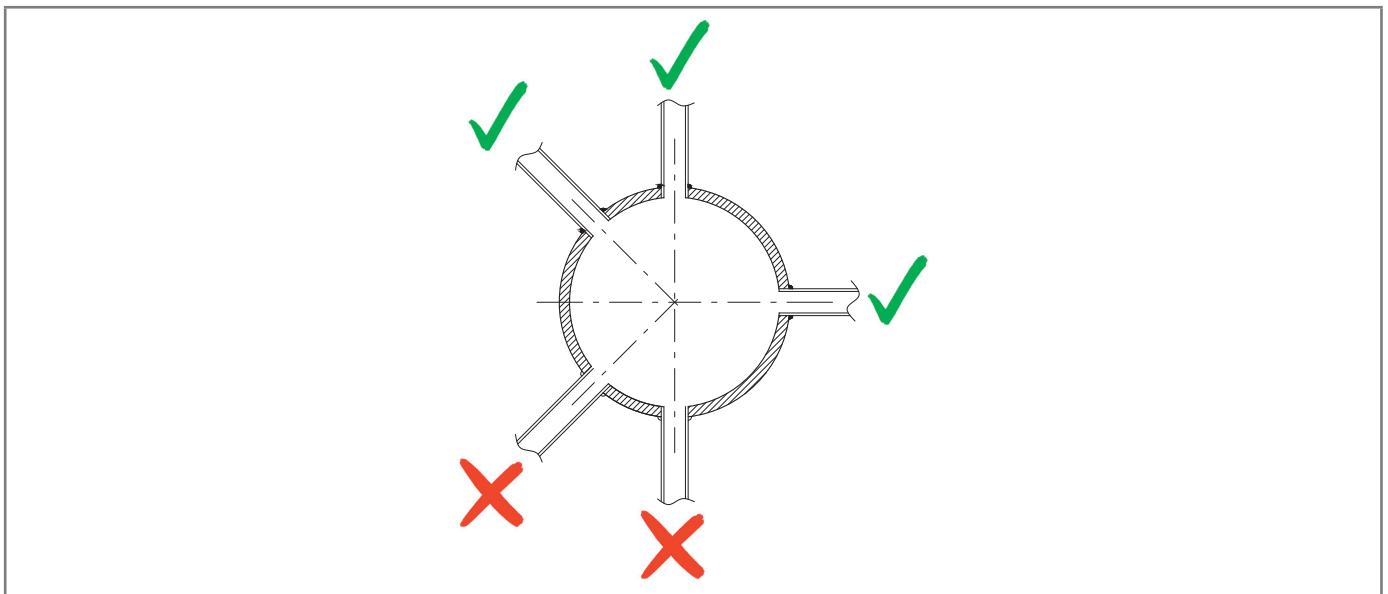

Abb. 6.27. Geschweißte Rohrverbindungen
- Die Rohranschlüsse werden immer oben oder in einem Winkel von max. 90° zur Rohrachse geschweißt (siehe Abb. 6.27);